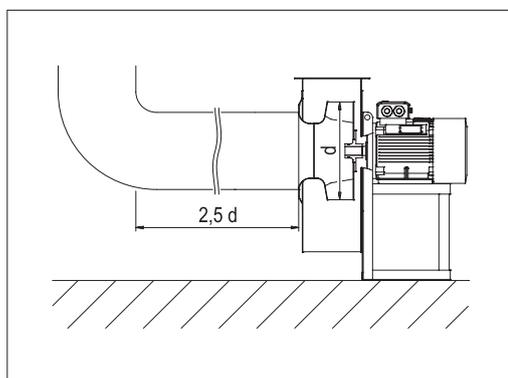
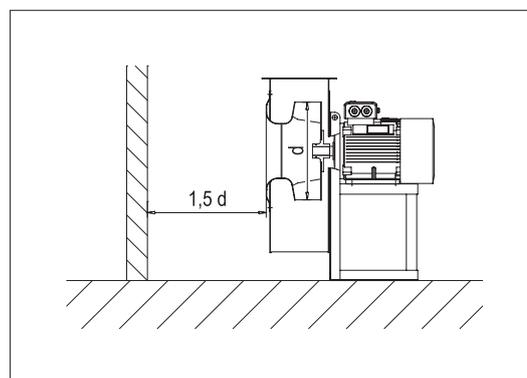

FIG. 14 (Collegamento a tubazioni)
FIG. 15 (Aspirazione libera)
5.3.1- Posizionamento (FIG. 14 e FIG. 15)